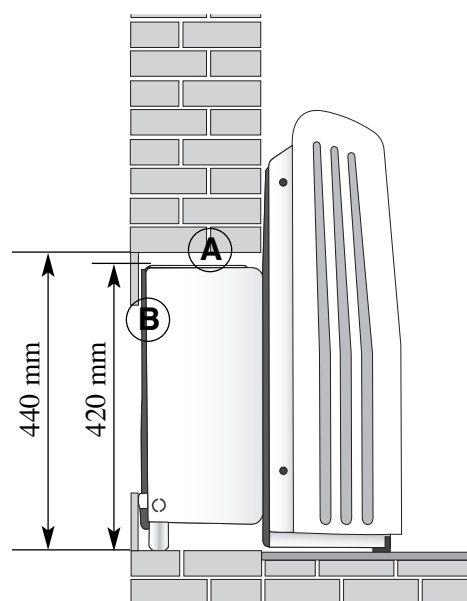

fig. 3
4. Posizionare il climatizzatore all'interno dell'apertura nel muro accertandosi che l'estremità sia radente il profilo del muro esterno (**vedi fig. 3**).
5. Apporre lungo il profilo anteriore (A) e posteriore (B) uno strato termoisolante/insonorizzante (sp.50 mm) in modo da impedire la propagazione del rumore, eventuali spifferi d'aria ed evitare la propagazione del calore dall'unità verso l'ambiente interno ed esterno e viceversa (**vedi fig. 3**).